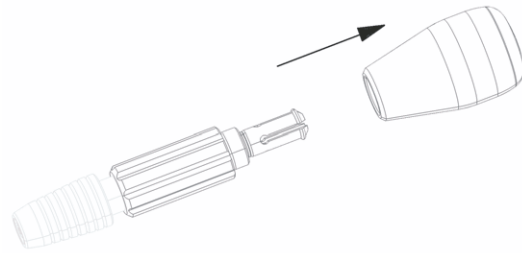

Abb. 8 Demontage des Bohrhandgriffs
6.1 Bohrhandgriff (1)
- ▶ Griff gegen die Pfeilrichtung auf den Bund drücken, siehe Abb. 8.
6.2 S⁴ Cervical Gewindeschneider (4)